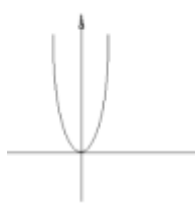

Рис. 1
2. За основу возьмём график  $y = x^2$  (рис. 1).